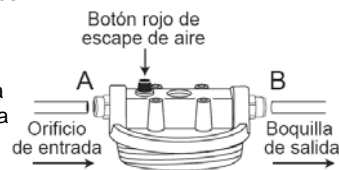

Figura 5
7. Inserte la tubería de suministro de agua al puerto marcado con "IN" (ver Figura 5, A) e inserte la tubería de la llave de agua en el puerto marcado con "OUT" (ver Figura 5, B). Remítase a la sección "Utilización de los accesorios de presión," inserte la tubería plástica en los accesorios, cerciorándose de que el extremo de la tubería quede firmemente asentado contra el tope trasero.